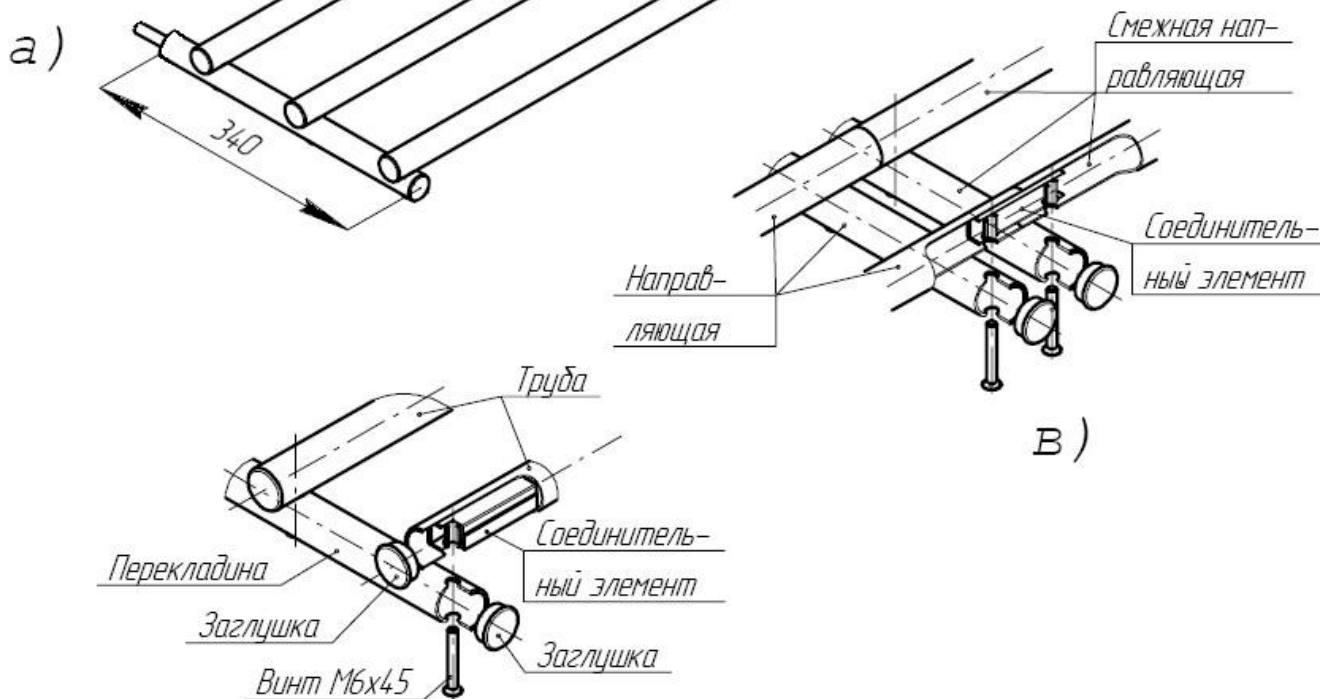

Рис. 7. Направляющая для подносов
После сборки в ЛР обеспечивается жесткое соединение соседних направляющих с минимальным отклонением труб от их соосности, что придаёт всей линии исключительную устойчивость к случайному смещению и опрокидыванию. На рис. 7 приведена схема сборки направляющей.
– каждую из труб последовательно приложите к поперечинам так, чтобы их монтажные отверстия совпали и трубы были параллельны столешнице изделия; вставьте снизу винты М6х45 в отверстия поперечин и отверните их в резьбовые отверстия соединительных элементов (рис. 7б и 7в). Соединительные элементы нужно предварительно вставить в трубы резьбовыми отверстиями вниз (расположение соединителей внутри труб зависит от наличия/отсутствия смежного изделия из ЛР) после извлечения торцевых заглушек.